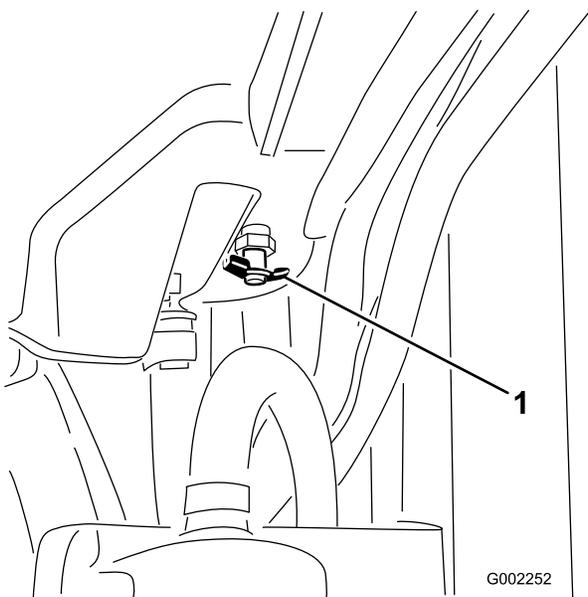

Figure 67
- Ouvrez la vidange (Figure 67) et vidangez le liquide de refroidissement dans le bac.
- Fermez la vidange (Figure 67).